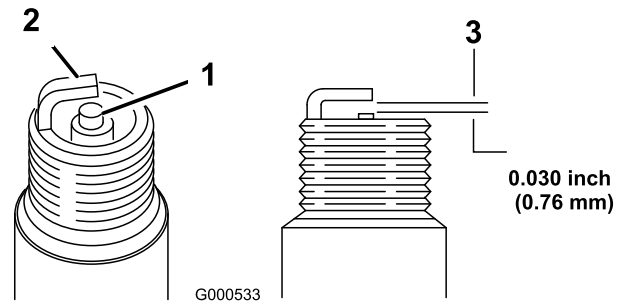

Figure 45
- Examinez le centre des bougies (Figure 45).
- Contrôlez l'écartement entre les électrodes centrale et latérale (Figure 45) et pliez l'électrode latérale si l'écartement est incorrect.